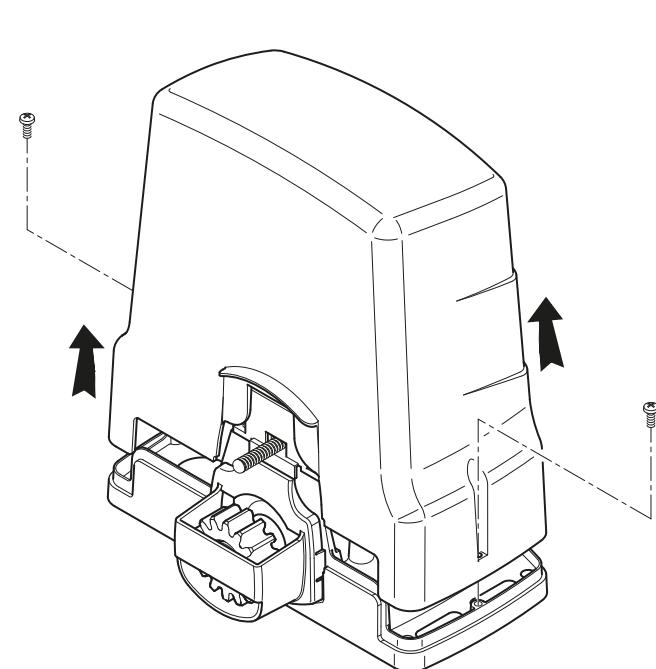
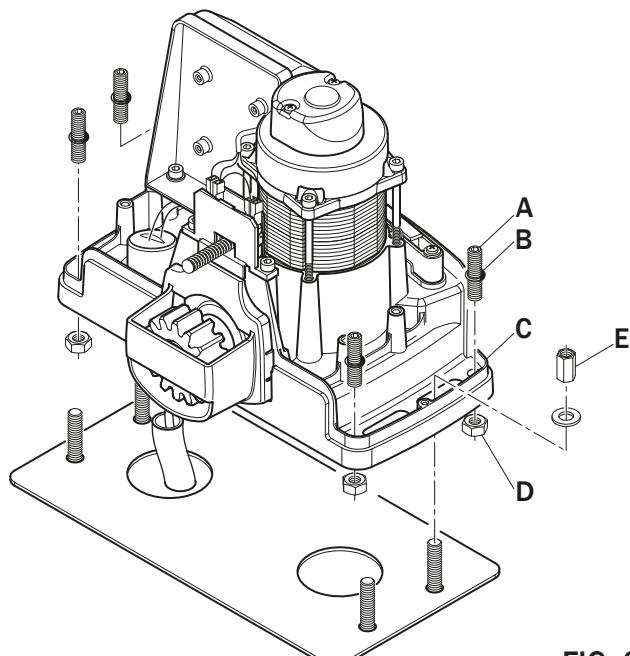

FIG. 1
FIG. 2
- Die Schrauben des Deckels ausschrauben und diesen nach oben abnehmen, wie in Abb. 1 gezeigt. Prüfen, ob die sechs Stellfüße nicht aus der Basis des Getriebemotors herausragen.
- Versen Sie die Schrauben M10x40 (A) mit O-Ringen (B). Stecken Sie die Schrauben an den Ecken des Getriebemotor (C) und schrauben Sie die Muttern M10 (D).
- Desenrosque os parafusos da tampa e retire-a puxando para cima, conforme indicado na fig. 1. Controle que os seis pés de nívelamento não saiam da base do moto-reduutor.
- Introduzir as juntas circulares (B) em los parafusos M10x40 (A). Introduzir os parafusos nos cantos do motorreductor (C) e prendê-los com as porcas M10 (D).
- Posicione o H30 nos 4 tirantes, conforme indicado na fig. 2. Se necessário, desenrosque as porcas da chapa de base.
- Apertar os espaçador M10 (E).
- Per un corretto allineamento e passo tra due pezzi di cremagliera, si consiglia di utilizzare un elemento di raccordo in fase di fissaggio come indicato in fig. 1.